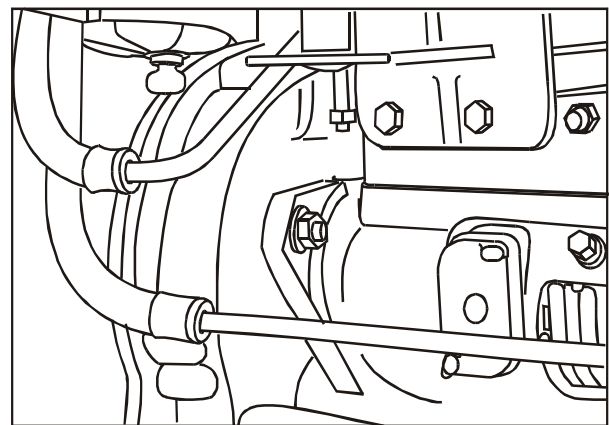

FIG 8
1. Monte a bomba injetora com uma junta nova alinhando a marca do sincronismo da bomba injetora na carcaça da distribuição, **Fig.8.**